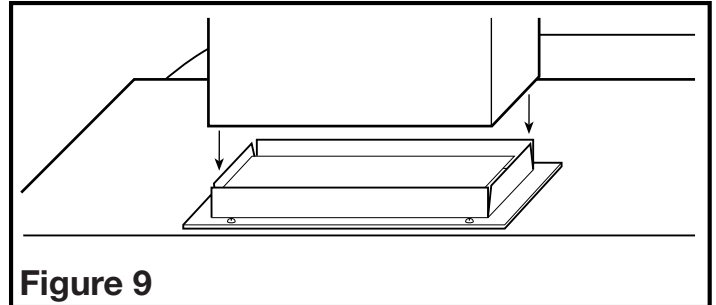

Figure 9
1. Connectez la canalisation au col du conduit de la hotte. Assurez-vous que les joints des conduits et les pénétrations extérieures sont scellés avec du mastic ou tout autre matériau similaire pour créer un passage d'air étanche afin de minimiser la perte ou le gain de chaleur et réduire le risque de condensation. Placez / enveloppez l'isolant autour du conduit et / ou ventilateur afin de minimiser la possibilité d'accumulation de condensation à l'intérieur du conduit, ainsi que la perte ou le gain de chaleur (Figure 9).